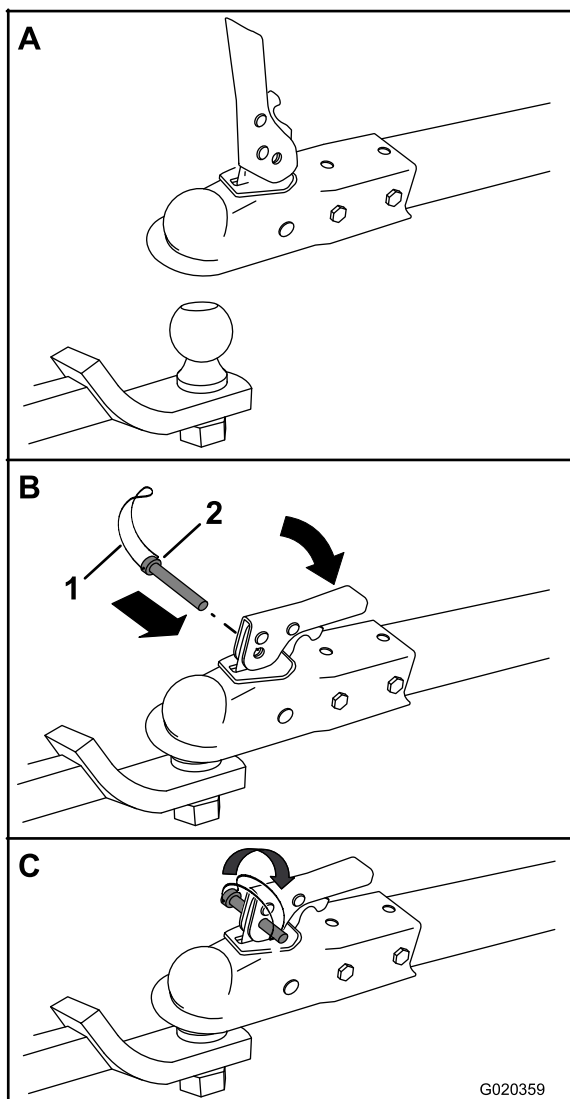

Figure 22
3. Ouvrez le verrou du coupleur (Figure 22).
4. Placez le coupleur au sommet de la boule d'attelage (Figure 22).
5. Fermez le verrou du coupleur (Figure 22).
6. Ouvrez le bras de la goupille de sécurité et insérez la goupille dans le trou du verrou (Figure 22).
7. Rabattez l'extrémité libre du bras sur le côté de la goupille de sécurité qui dépasse du verrou (Figure 22).